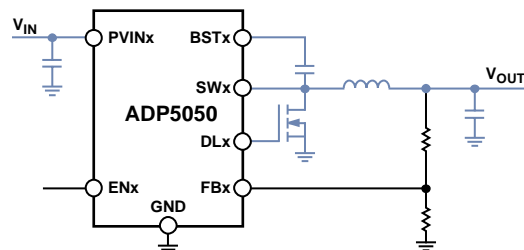

图64. 带高电流走线(显示为蓝色)的典型电路
- 确保高电流环路的走线尽可能短而宽。图64显示高电流路径。